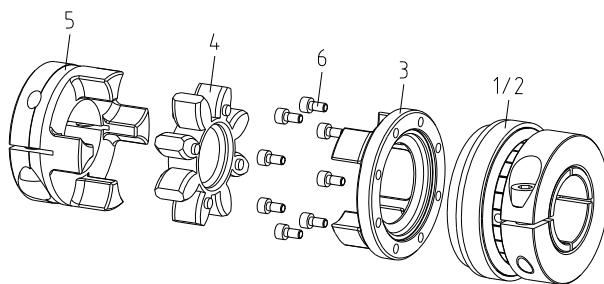

Bild 12: SYNTEX®-NC mit ROTEX® GS
- Ziehen Sie die Zylinderschrauben (Bauteil 6, siehe Bild 12) über Kreuz auf die in Tabelle 6 angegebenen Anziehdrehmomente T_A an.